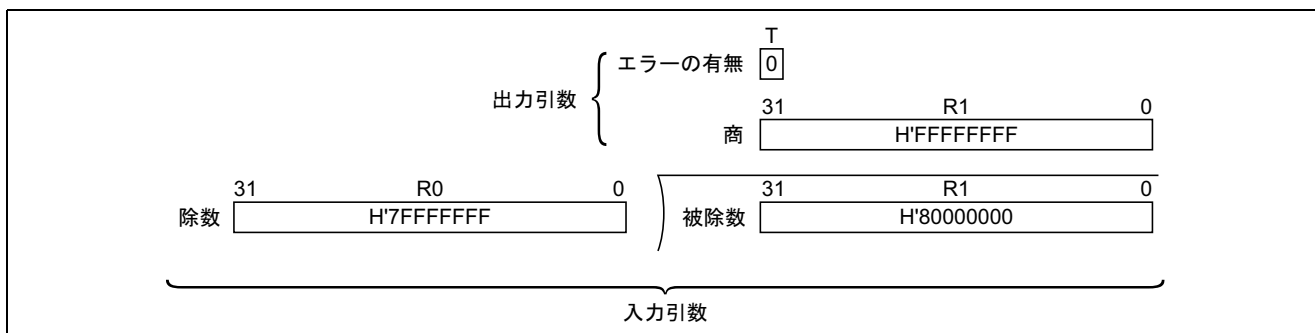

図 1 ソフトウェア DIVS32Q の実行例
b. 図 1 にソフトウェア DIVS32Q の実行例を示します。